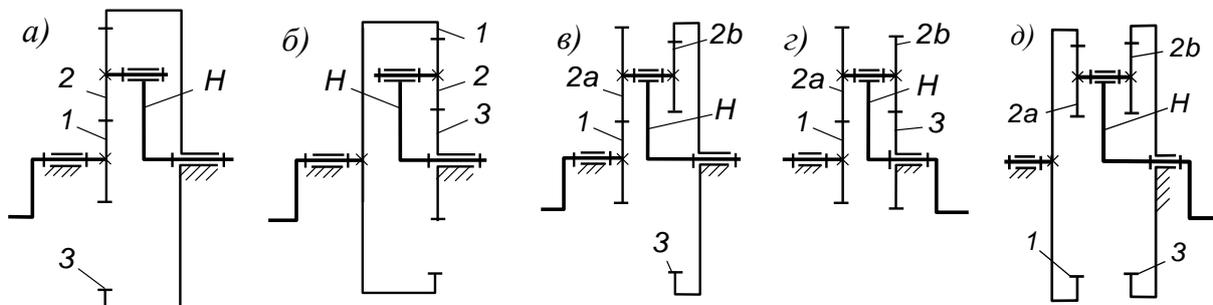
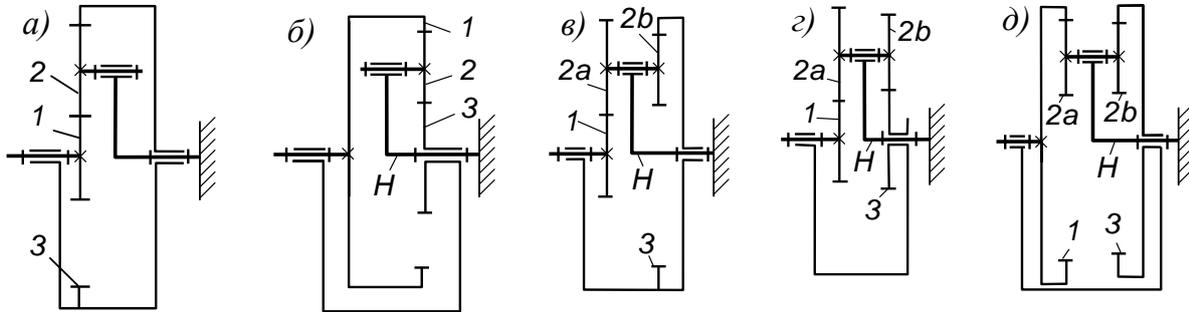

Рис. 3. Планетарные передачи
Рис. 4. Планетарные передачи по рис. 3 после перестановки их на водило
Передачи с подвижными осями (планетарные). Схемы простейших планетарных передач показаны на рис. 3, а, б. Колесо с подвижной осью – колесо 2 – называется сателлитом. Звено H , несущее сателлит, называется водилом. Звенья 1, 3, H относятся к центральным.
На рис. 3, в, г, д показаны более сложные планетарные передачи. Сателлит в них состоит из двух зубчатых колёс 2а, 2б и называется двухвенцовым.
В результате перестановки на водило планетарная передача превращается в обыкновенную – с неподвижными осями колёс (рис. 4).
2. По формулам (1), (2) определите передаточное отношение этого механизма в направлении от самого быстроходного звена к самому тихоходному.
4. Начертите схему второго предложенного механизма – планетарной передачи. Схему возьмите с рис. 3 или с наклейки на самой передаче, если таковая есть. На наклейке указаны числа зубьев всех колёс. Проставьте эти числа на схеме. При отсутствии наклейки пересчитайте числа зубьев сами.
5. Изобразите схему механизма после перестановки его на водило (рис. 4). По формуле (2) определите передаточное отношение $u_{1,3}^{(H)}$. По формуле (3) определите $u_{1,H}$. Если вам достался механизм с быстроходным водилом (рис. 3, г, д), то требуемое передаточное отношение $u_{H,1}$ найдёте по формуле $u_{H,1} = 1/u_{1,H}$.